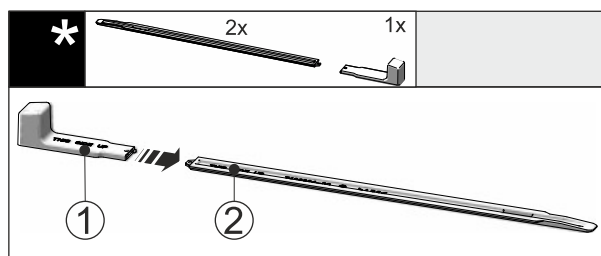

Fig. 47
- ▶ Sätt in monteringshandtaget Fig. 47 (1) i nivåskenan Fig. 47 (2).